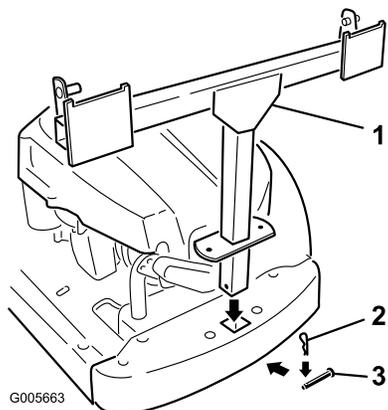

Figura 4
2. Fissate il telaio del sistema di raccolta con un perno con testa (5/16 x 2-1/4 poll.) e una coppia (Figura 4).
3. Montate due aste, una su ciascun lato del telaio del sistema di raccolta. Individuate la staffa scanalata a corredo tra la ruota motrice posteriore ed il telaio. Inserite l'estremità svasata dell'asta nell'apertura della scanalatura e spingetela indietro (Figura 4).
4. Inserite le estremità curve dell'asta nel telaio del sistema di raccolta, come illustrato nella Figura 4. Fissate entrambe le estremità delle aste con le coppiglie.